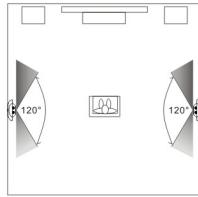

图1
1. 左右两侧各放置一只扬声器, 并放在视听区域中心稍微靠后位置, 如图1:
使用R1-EX前面板上的开关来选择单极模式或双极模式: (如图1)